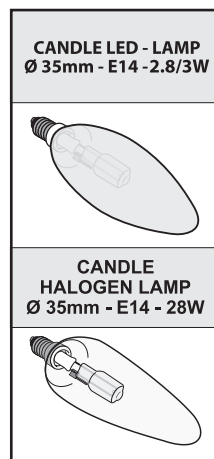

Fig.8
• **Udskiftning af glødepærer/halogenpærer (Fig.8):**